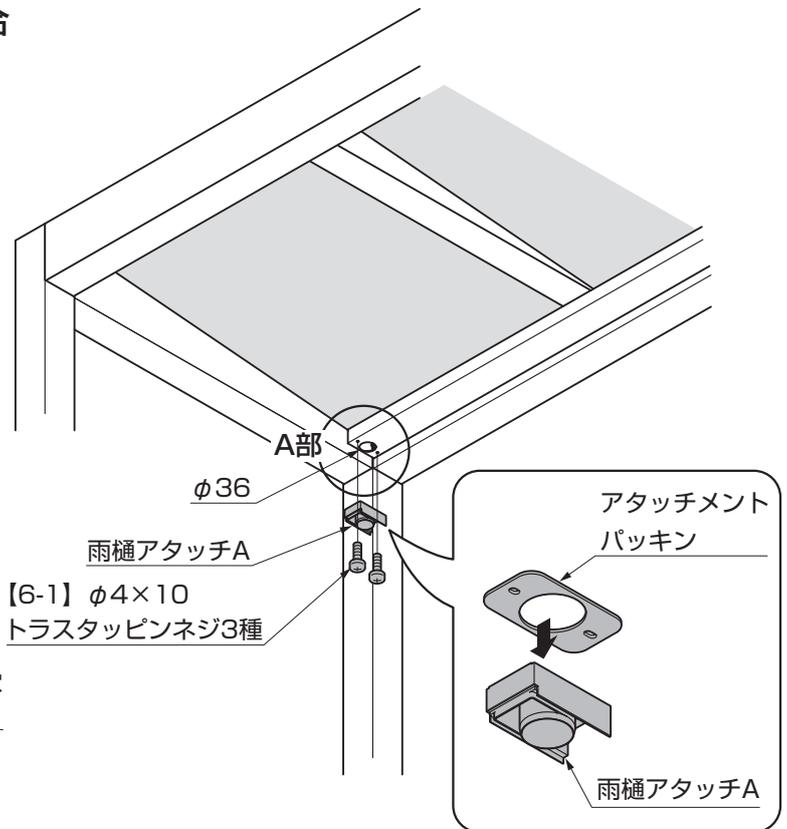

図12-17
- ②アタッチメントパッキンを雨樋アタッチAに貼付けて樋に【6-1】で取付けてください。(図12-17参照)